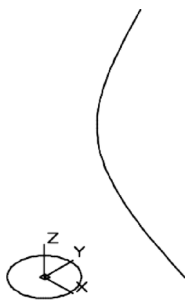

图 9-48 原始图形
1) 打开本书配套光盘中的“创建拉伸实体 2.dwg”图形文件，该文件中存在着图 9-48 所示的图形（以“东南等轴测”三维导航样式显示）。